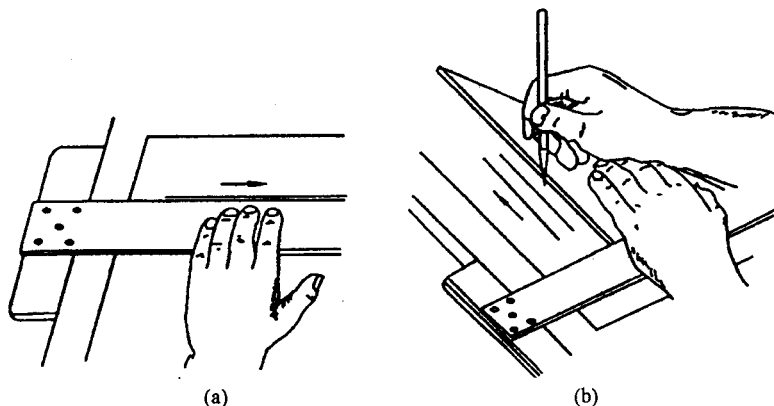

图 1-2 丁字尺
丁字尺(又称T形尺,由互相垂直的尺头和尺身构成),是画水平线和配合三角板作图的工具,如图1-2。丁字尺一般有600mm,900mm,1200mm三种规格。其正确使用方法如
2. 只能在丁字尺的尺身上侧画线,画水平线必须自左至右,如图 1-2(a)。
1. 三角板与丁字尺配合使用,可画出垂直线。画垂直线时,画线须自下向上。三角板必须紧靠丁字尺的尺身,如图 1-2(b)。